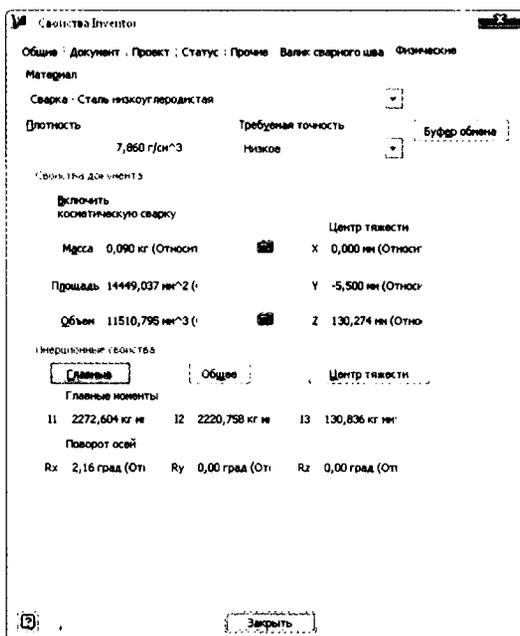

Рис. 12.12. Масса и объем сварных швов рассчитываются даже для косметических швов
4. Переключитесь на вкладку **Физические**, щелкните **Обновить**, чтобы получить значение массы и объема на сварной материал для сборки. См. рис. 12.12.